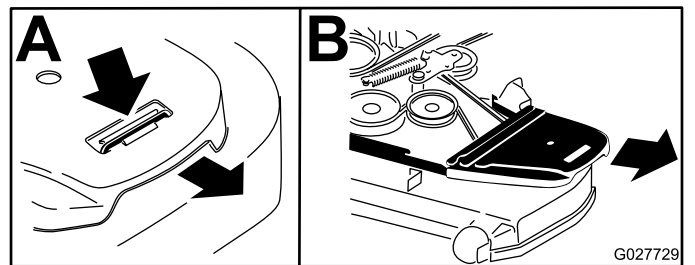

Figura 98
5. Retire la cubierta de plástico de la correa (Figura 98).
4. Retire las cubiertas de la correa (Figura 98).